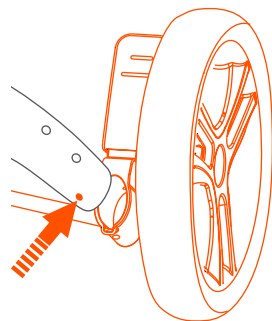

Fig. 15a
15) • To release the entire rear wheel assembly, push in the rear wheel pin. The wheel assembly easily detaches from the bushing (Fig. 15a).
• Para liberar todo el conjunto de la rueda trasera, empuje el perno de la rueda trasera. El conjunto de la rueda trasera se desprende fácilmente del casquillo (Fig. 15a).
• Pour libérer l'ensemble de l'assemblage de la roue arrière, poussez la goupille de dégagement de la roue arrière. La roue se détache facilement du cadre (Fig. 15a).